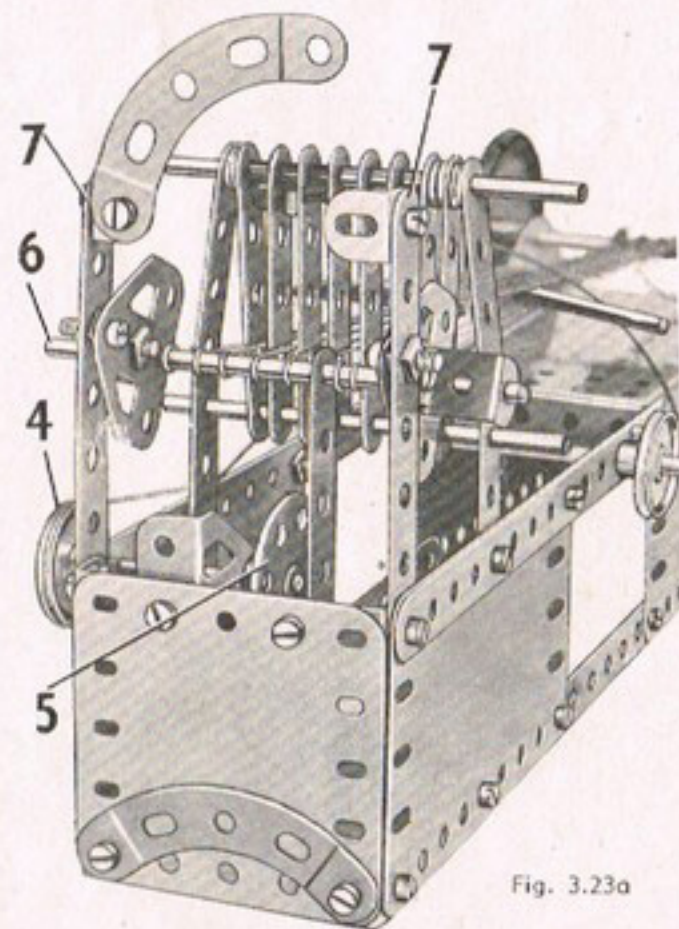

Fig. 3.23a
Cet intéressant modèle est destiné à démontrer le principe du tissage à la main. La base est formée de deux bandes de 25 trous (1) boulonnées sur une plaque à rebords et dont les extrémités sont réunies par une bande coudée de 60 x 12 mm. Deux plaques flexibles de 14 x 6 cm. et deux de 11,5 x 6 cm. sont boulonnées sur les bandes et réunies à leurs extrémités inférieures par les bandes de 11 trous (2). Les bandes de 11 trous (3) forment un support pour le harnais qui consiste en huit bandes de 5 trous soutenues par deux tringles de 9 cm. Les bandes sont séparées les unes des autres par des clavettes et des rondelles placées entre ces bandes sur la tringle supérieure (fig. 3.23a).